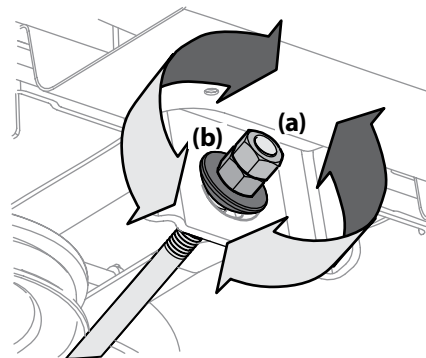

Figura 4-5
5. Para elevar el frente de la plataforma, extraiga la tapa de extremo, afloje la tuerca exterior (a) y apriete (rosca hacia adentro) la tuerca interior (b) contra la ménsula de suspensión delantera. Consulte la Figura 4-5. Una vez alcanzado el ajuste adecuado, vuelva a ajustar la tuerca exterior (a) y vuelva a colocar la tapa de extremo.
6. Para bajar el frente de la plataforma, extraiga la tapa de extremo, afloje la tuerca exterior (a) y afloje (rosca hacia afuera) la tuerca interior (b) alejándola de la ménsula de suspensión delantera. Consulte la Figura 4-5. Una vez alcanzado el ajuste adecuado, vuelva a ajustar la tuerca exterior (a) y vuelva a colocar la tapa de extremo.